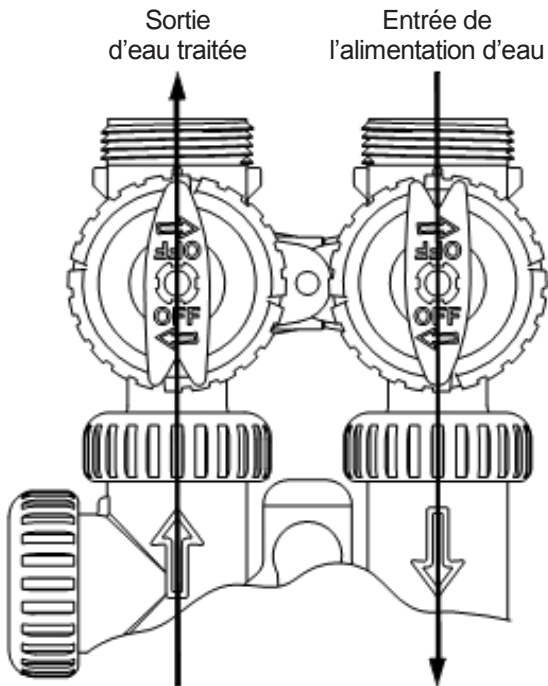

Figure 3
3. Position diagnostique : La poignée d'entrée pointe dans la direction d'écoulement et la poignée de sortie pointe vers le centre de la vanne de dérivation. La pression d'eau du système est permise vers la vanne de commande et la plomberie, tout en ne laissant pas l'eau sortir de la vanne de commande vers la plomberie (voir figure 3).